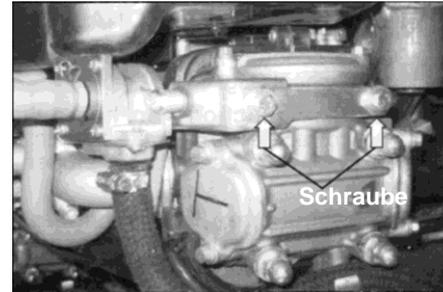

Abb. 49
- (A) Entferne Sie die beiden Befestigungsschrauben (Abb. 49) zur Demontage.
- (B) Trennen Sie die Schlauchverbindung zum Luftfilter (X) und zum Ansaugstutzen (Y).
- (C) Lösen Sie die Sicherungsklammer, um die Schlauchverbindung Z zu lösen.
- (D) Pusten Sie zum Reinigen durch die Schlauchverbindungen X, Y und Z.
- (E) Prüfen Sie die Schläuche auf Beschädigungen und ersetzen Sie diese, wenn nötig.